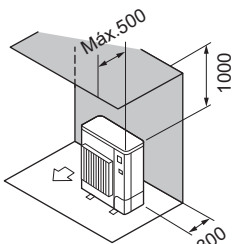

Fig. 2-8
- (2) Obstáculos apenas na parte de trás e por cima (Fig. 2-8)